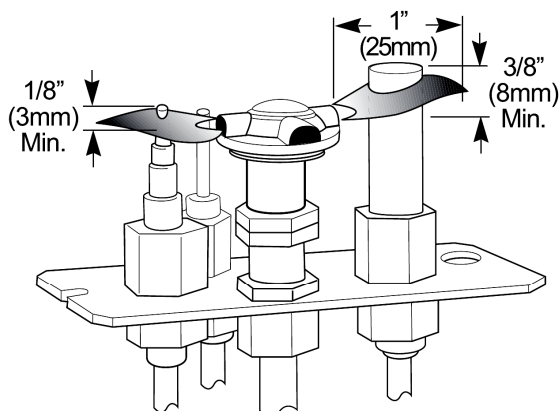

Figure 28. Apparence correcte des flammes de la veilleuse.
2. **FLAMMES DE LA VEILLEUSE** : On peut surveiller les flammes de la veilleuse à travers la fenêtre d'inspection juste derrière et sous la bûche droite. Voir fig. 28 et 28a. Les flammes de la veilleuse doivent être stables – sans vaciller, diminuer ni augmenter. Elle doivent être de couleur bleue autour du capuchon de veilleuse, avec des traces de jaune près des bords externes.